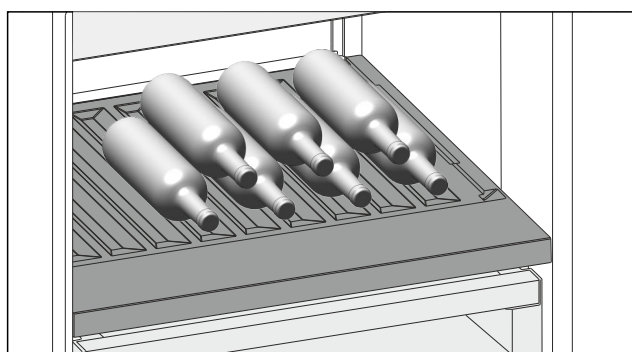

Fig. 148 Immagine a titolo di esempio
- ▶ Inserire le bottiglie con il fondo rivolto verso la parte posteriore. (vedere Fig. 148)